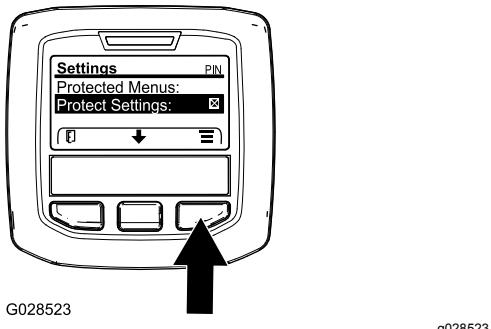

Figure 46
1. Accédez au menu protégé et déverrouillez le sous-menu des réglages protégés (Figure 46) ; voir Accès aux menus protégés \(page 26\).